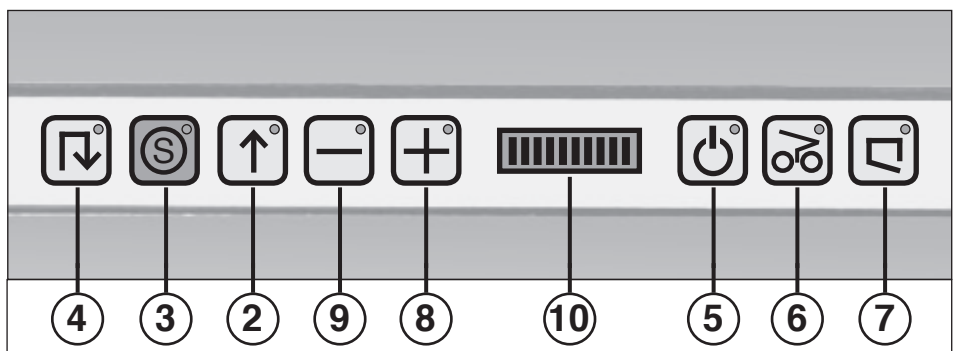

Abb. 2
- 2 = Vorwärtstaste (Abb. 2)**
- 3 = Stopp-Taste „S“ (Abb. 2)**
- 4 = Rückwärtstaste (Abb. 2)**
- 5 = Kontroll-Anzeige (Abb. 2)**
- 6 = Kontroll-Anzeige „Papierstau“ (Abb. 2)**
- 7 = Kontroll-Anzeige (Abb. 2)**
- 8 = Plustaste Vario-Speed (Abb. 2)**
- 9 = Minustaste Vario-Speed (Abb. 2)**
- 10 = Geschwindigkeitsanzeige Vario-Speed (Abb. 2)**
Zum Zeichnen der Betriebsbereitschaft leuchtet das Lämpchen der Kontroll-Anzeige „Betriebsbereit“ (5) sowie das der roten Stopp-Taste „S“ (3) auf (Abb. 2).
- 2. Vorwärtstaste (2) (Abb. 2) betätigen. Das Schneidwerk läuft an und beginnt mit der Zerkleinerung des Papiers.
- 3. Zum Ausschalten die rote Stopp-Taste (3) (Abb. 2) drücken.
1. Das Schneidwerk blockiert. Die Kontroll-Anzeige (6) (Abb. 2) leuchtet auf.
- Zur Erhöhung der Arbeitsgeschwindigkeit drücken Sie die Plustaste Vario-Speed (8) (Abb. 2).
- Zur Reduzierung der Arbeitsgeschwindigkeit zugunsten einer höheren Arbeitsleistung drücken Sie die Minustaste Vario-Speed (9) (Abb. 2).
Der aktuelle Geschwindigkeits-Level wird über die Geschwindigkeitsanzeige Vario-Speed (10) (Abb. 2) angezeigt.
Ist der Auffangbeutel gefüllt, schaltet die Maschine ab. Die Kontroll-Anzeige „Auffangbeutel voll“ (7) (Abb. 2) leuchtet auf. Entleeren Sie wie folgt den Auffangbeutel:
- Depress the reverse pushbutton (4) (fig. 2). The material is released.
- Lift up the hopper. The pilot lamp „door open“ or „hopper open“ (7) (fig. 2) will light.
The machine is equipped with a thermally protected motor. Should this motor be overloaded, it will switch off automatically. In such case the pilot lamp „ready“ (5) (fig. 2) flashes.